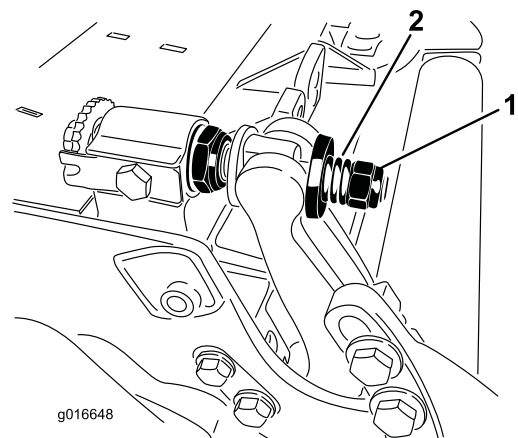

Bild 33
5. Ziehen Sie die Federspannungsmutter an, bis die Feder zusammengedrückt ist, drehen Sie sie dann um eine halbe Umdrehung heraus (Bild 33).
11. Ziehen Sie die Mutter an jedem Untermesserträgerereinsteller an, bis die Druckfeder ganz zusammengedrückt ist, lösen Sie die Mutter dann um eine halbe Umdrehung (Bild 33).